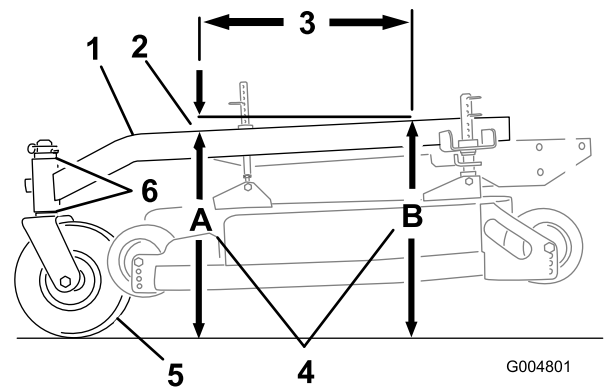

Bild 54
2. Messen Sie die Höhe des Trägerrahmens an Stelle **A** (Bild 54).
3. Messen Sie die Höhe des Trägerrahmens an Stelle **B** (Bild 54).
4. Die Höhe an Stelle **A** muss 6-10 mm niedriger sein als an Stelle **B** (Bild 54).
5. Wenn der Trägerrahmen falsch eingestellt ist, bewegen Sie die Distanzstücke an den Laufrädern, bis eine Neigung von 6-10 mm besteht (Bild 54).
Der Trägerrahmen muss über die Länge von 61 cm eine Neigung von 3 mm bis 9 mm haben (Bild 54).
1. Messen Sie eine Länge von 61 cm auf dem Trägerrahmen (Bild 54).